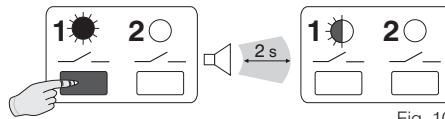

Fig. 10
- Mantenere premuto il **tasto 1** fino alla emissione di un singolo segnale acustico; quindi rilasciarlo: il **LED 1** lampeggia (fig. 10). Il nuovo trasmettitore è abbinato al ricevitore.